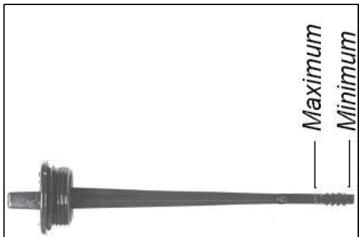

Abb. 9
- Prüfen Sie den Ölpegel. Der Ölstand muss zwischen den Markierungen **min** und **max** auf dem Ölpeilstab liegen (siehe Abb. 9). Befindet der Ölstand sich in Nähe des unteren Pegels, muss Öl bis zur oberen Pegelmarkierung eingefüllt werden.